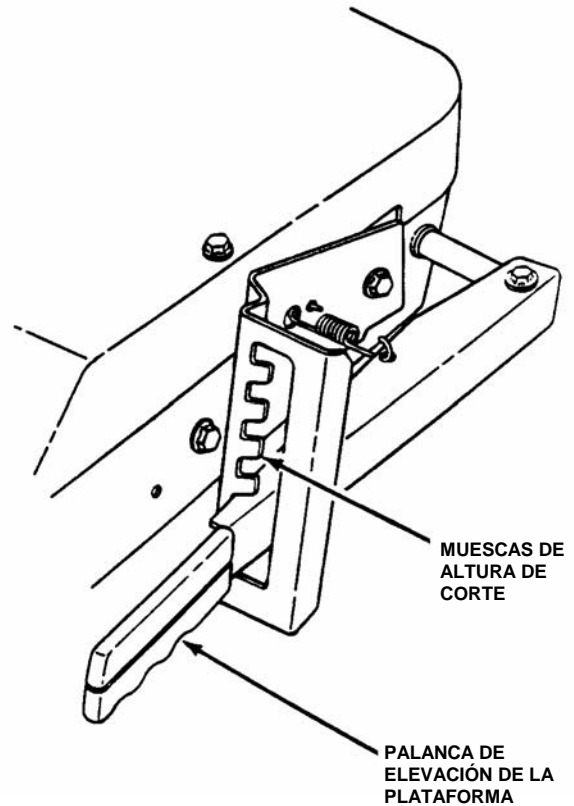

FIGURA 2.18
1. Ajustar la altura de corte según se desea usando la palanca de elevación de la plataforma para engancharla en una de cualquiera de cinco posiciones. Mueva la palanca hacia arriba o hacia abajo a la altura de corte deseada y luego moverla para fijarla en las muescas de altura de corte. Vea la figura 2.18.